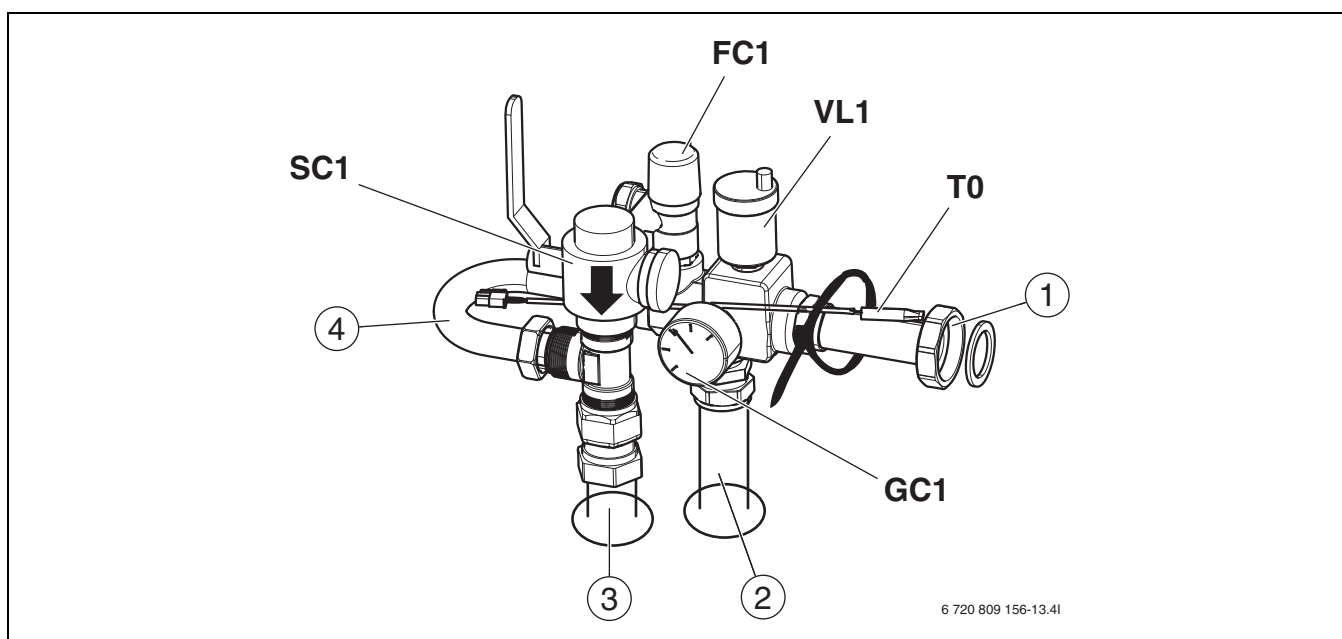

Fig. 10 Monteret sikkerhedsgruppe
- ▶ Først monteres partikelfiltret ([SC1], fig. 10) på T-stykket.
- ▶ Monter de øvrige komponenter, men spænd ikke bypass-forskruningen helt til ([4], fig. 10).
- ▶ Stik fremløbsføleren i rørets følerlomme ([T0], fig. 10) og fastgør med kabelbinder.
- ▶ Efterspænd bypass-forskruningerne ([4], fig. 10).